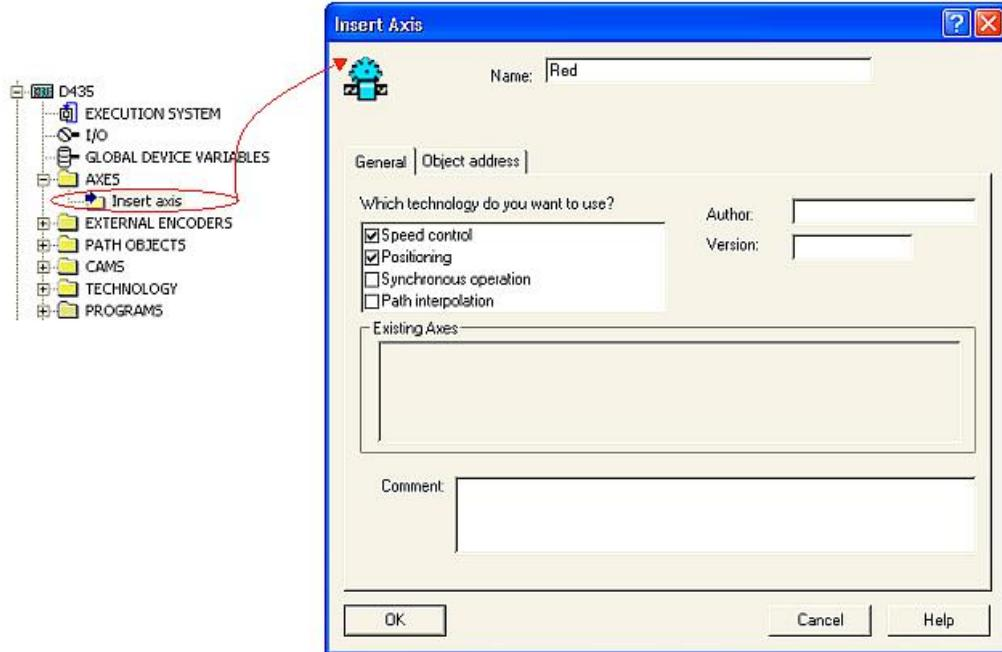

图32 插入主轴
- (2) 离线插入从轴 Blue 轴，并选择同步轴，即在图 32 中选中 Speed control 和 Positioning 以及 Synchronous Operation，并连接到驱动的 SERVOR_03 中，其它配置过程和配置 Red 轴相同。
- (3) 配置同步关系